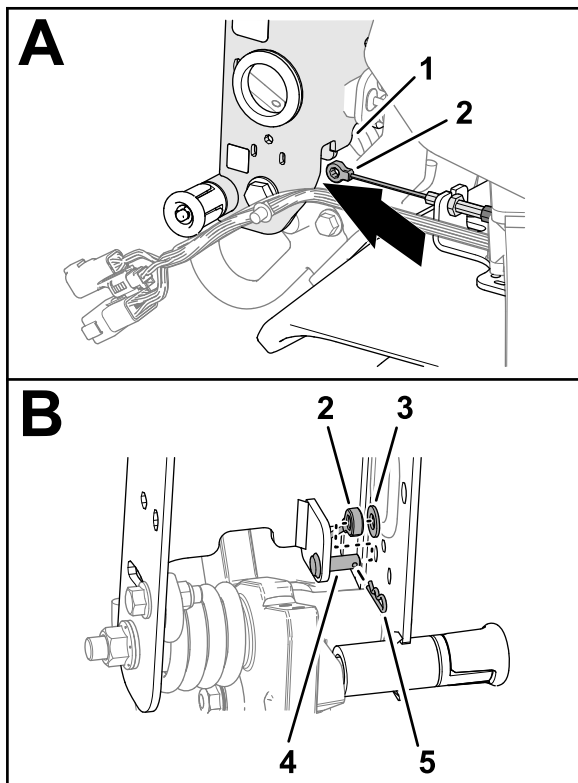

Figure 7
1. Faites passer la fixation du câble de frein sous le bas du profilé du timon (Figure 7).